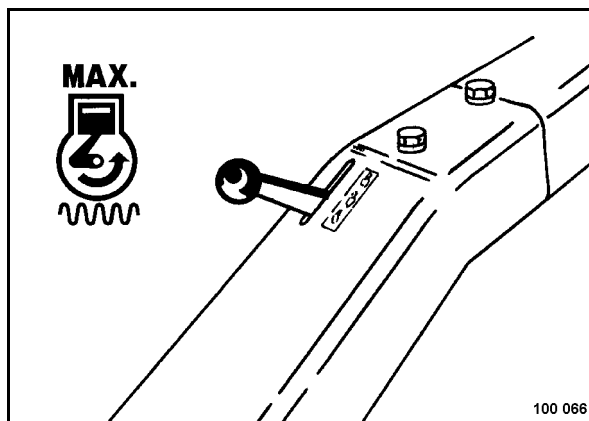

рис. 28
- Установить рычаг управления частотой вращения (рис. 28) в положение "MAX".